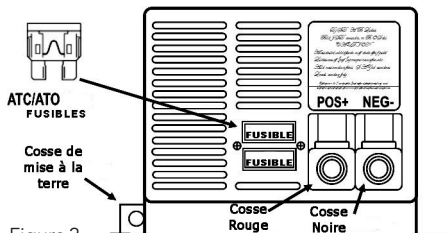

Figure 2
Le convertisseur-chargeur de série WF-9800 rechargera la batterie interne de 12 V si installée. Une batterie n'a pas à être installée pour opérer le convertisseur-chargeur de série WF-9800. Lorsqu'une batterie est installée, deux fusibles à polarité inversée sont installés pour protéger le circuit du convertisseur. Les fusibles sont situés sur le panneau arrière du boîtier près du cordon d'alimentation AC (voir Figure 2 ci-dessous). Cette fonction empêche les dommages permanents au convertisseur d'une batterie connectée à l'envers dans le circuit. En plus de protéger le convertisseur-chargeur, les fusibles de polarité inversée sont le principal lien entre le convertisseur et le panneau de distribution des fusibles CC.
La prise de fusible CC située sur le panneau arrière du Convertisseur-Chargeur de série WF-9800 a de l'espace pour un (1) ou deux (2) fusibles de polarité inversée (voir la Figure 2 ci-dessus). Ces fusibles doivent être remplacés par des fusibles de type automobile ATC ou ATO, comme Littelfuse 257 ou Bussmann ATC. Chaque modèle de convertisseur nécessite des fusibles d'une intensité différente :